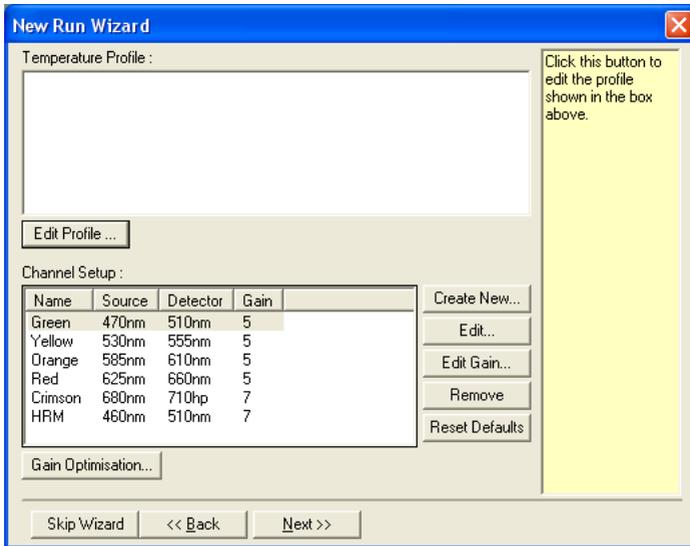

Abbildung 22. „Edit Profile“ (Profil bearbeiten) im Dialogfeld „New Run Wizard“ (Assistent für neue Läufe).
5. Klicken Sie im Dialogfeld „New Run Wizard“ (Assistent für neue Läufe) auf Edit Profile (Profil bearbeiten) (Abbildung 22) und überprüfen Sie wie in den folgenden Schritten beschrieben die Laufparameter.